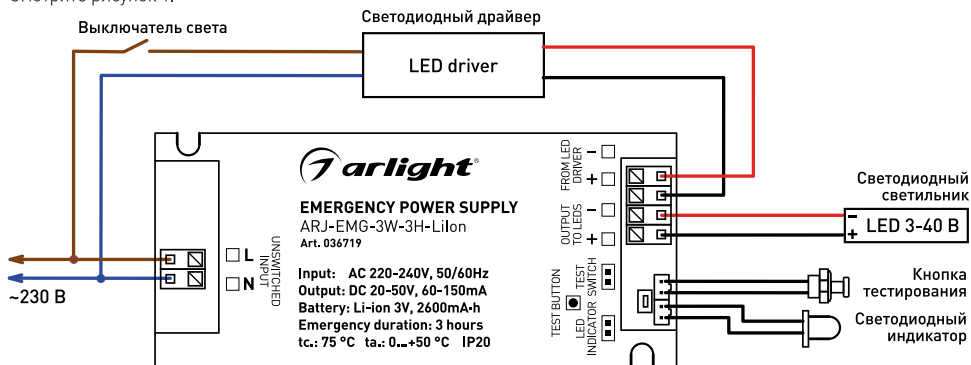

Рисунок 1. Стандартная схема подключения
- 3.4. Подключите провода, постоянно подключенные к сети: L (фаза) — коричневый провод, N (ноль) — синий провод. Смотрите рисунок 1.